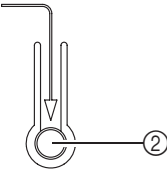
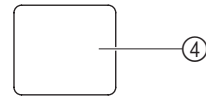

Fig. 2
Fig. 3
① **Panel de control del funcionamiento (Fig. 2)**
② **Botón de funcionamiento manual/ automático (MANUAL AUTO)**
③ **Indicador(Fig.3)**
④ **Receptor de señal de control remoto**
⑤ **Indicador de funcionamiento (OPERATION) (rojo)**
⑥ **Indicador del temporizador (TIMER) (verde)**
⑦ **Indicador de funcionamiento supersilencioso (SUPER QUIET) (naranja)**